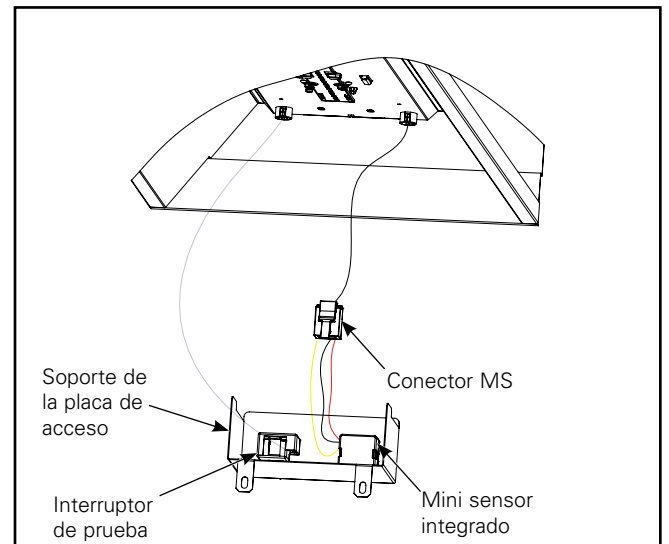

**Figura 13.**
4. Cableado - Cuelgue la bandeja del engranaje RSRK para permitir el cableado (Figura 13), realice la conexión entre la unidad de EM y el controlador LED. Conecte las conexiones de alimentación de entrada (asegúrese de que la alimentación esté apagada).